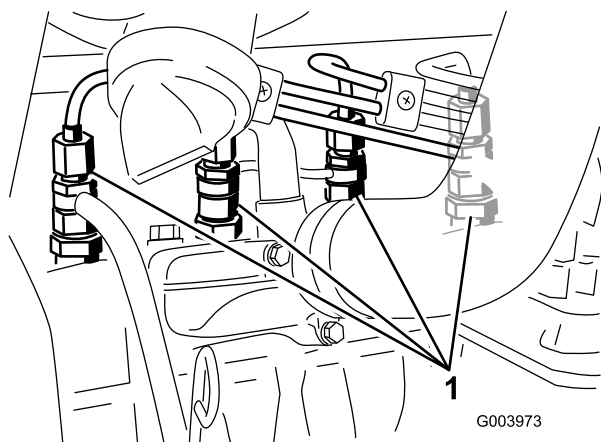

図 64
1. 燃料噴射ポンプの No.1インジェクタノズル（図 64）へのパイプ接続部をゆるめる。